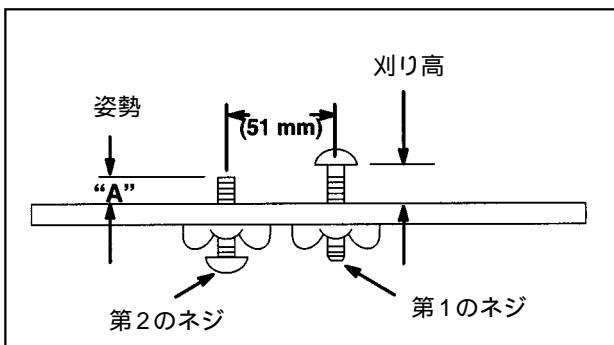

図7
いつも一定の調整ができるように、2本ネジのゲージバー(P/N 98-1852)の使用をお勧めします(図7)。このゲージでは、第1ネジで刈り高を設定し、第2のネジでカッティングユニットの姿勢を設定することができます。この方法を使うと、全部のカッティングユニットでまったく同じ調整を簡単に実行することができます。
1. 2本ネジのゲージバー(P/N 98-1852)の第1のネジを所望の刈り高にセットする(図7)。バーの表面からネジ頭の下面までの距離が刈り高となる。
2. 表1を使用して、姿勢(A)を調整する。ゲージバーの第2のネジの先端からバーの表面までの距離が(A)となる(図7)